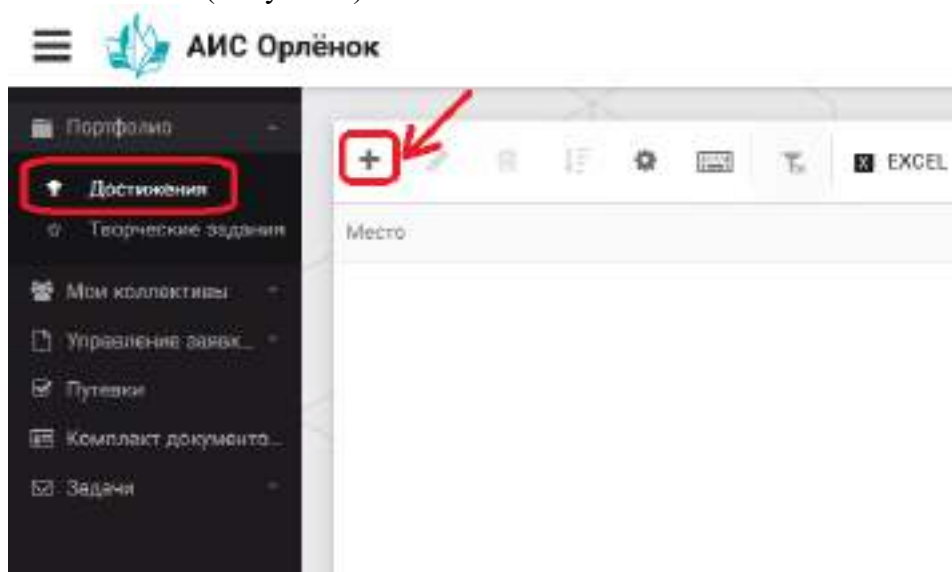

Рисунок 4 – Загрузка достижений
1. Выбрать в пункте меню «Портфолио» строку «Достижения». И в открывшемся окне нажать на значок «+» (Рисунок 4).